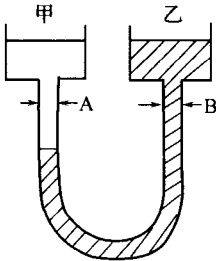

图 1-6
28. 今有两种黏度较大相互不混溶的流体甲、乙，被装入如图 1-6 所示的连通器，自由液面等高且通大气。若图示的 A、B 截面位于同一水平面，下列四组判断中合理的是_____。